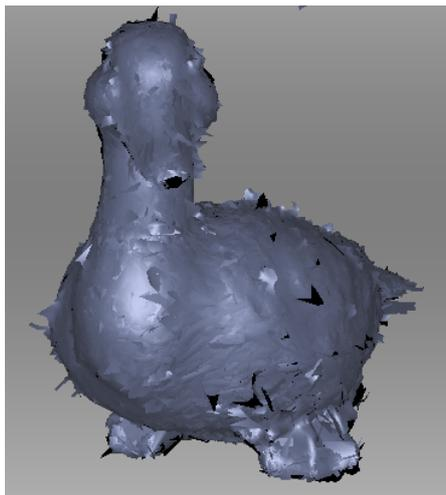

Рис. 9.16: Результат совмещения
3. Нажмите кнопку *Сборка*. Результат совмещения должен быть аналогичен приведенному на Рис. 9.16. Если вы не удовлетворены результатами совмещения, нажмите кнопку  и следуйте рекомендациям, приведенным в параграфе Ручная жесткая сборка с указанием пар точек.